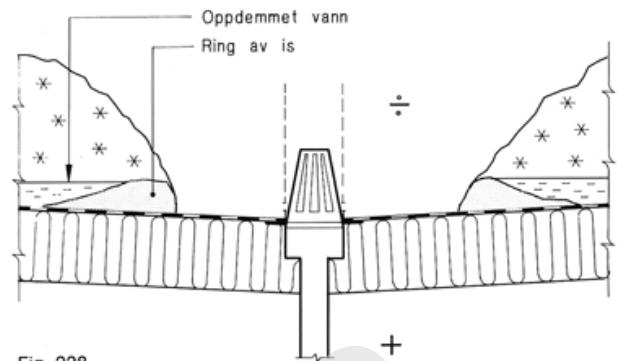

Fig. 228
- 228 **Varmetap fra sluk.** På samme måte som vi har beskrevet i pkt. 227, vil det ofte dannes en isring rundt et sluk som har avløp gjennom oppvarmede rom, se fig. 228. Der som det installeres varmekabler i sluk, vil ikke isringen bli borte, men bare flyttes lenger ut. En slik isring kan demme opp vann som gir et visst vanntrykk. Takfolie og moderne takpapp skades ikke av denne isen. Hvis arbeidet er ordentlig utført, tåler tekningen det relativt beskjedne vanntrykket uten at det oppstår lekkasjer. Der varmeavgivelsen er spesielt stor, kan det bli nødvendig å sette et rør ned i sluket. Røret må stikke minst 300 mm opp og ha drenasjehull nederst.